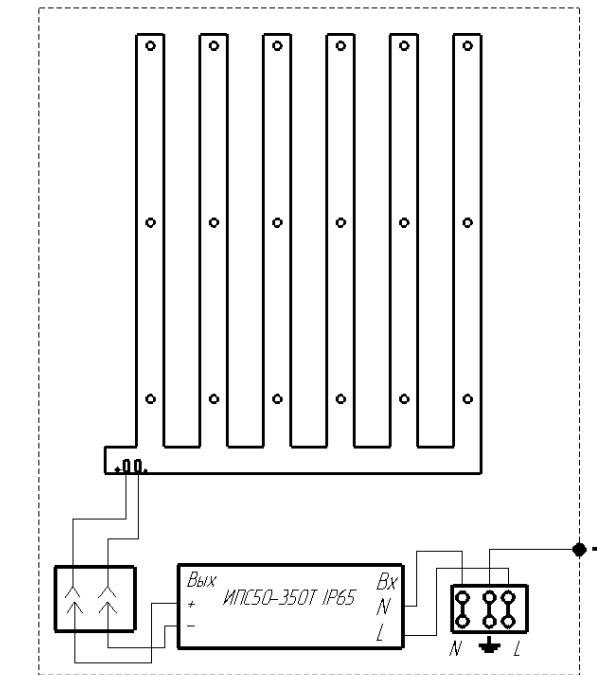

Рисунок 2
5.4 Подсоединение проводов сети производить к клеммной колодке в соответствии с маркировкой, нанесенной на клеммной колодке по схеме подключения (рисунок 2), предварительно зажав их пластмассовой планкой при помощи саморезов. Заземляющий провод подсоединить к клемме клеммной колодки, маркованной знаком заземления.